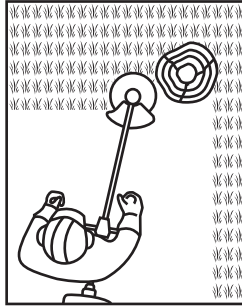

Fig. 23
3. Faire particulièrement attention en travaillant à proximité d'arbres et de buissons. La tête de coupe peut endommager les écorces fragiles ou les poteaux de clôture (Fig. 23).